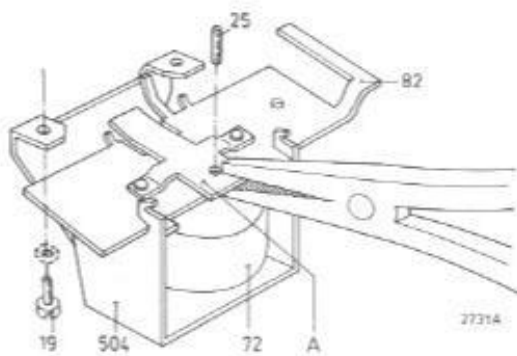

Fig. 8
V. INSTELLING VAN DE AUTOMATISCHE AFSLAG (Fig. 8,9)
A. Bij weergeven, zie fig. 8